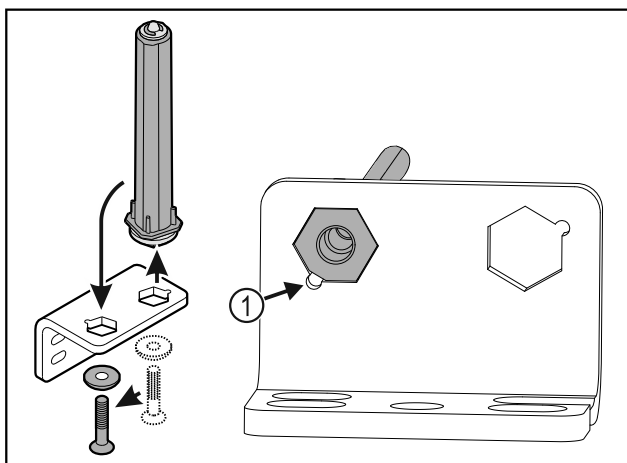

Fig. 34
- ▶ Pöörake tähelepanu sellele, et sissepanemisel on poldi kaldpind Fig. 34 (1) ümara ava poole.